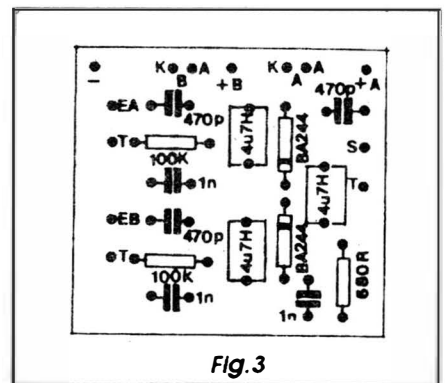

Fig. 3
- **FIG. 3 - CHAPEADO DA MONTAGEM** - A face oposta (não cobreada...) da placa é agora vista, com a maioria dos componentes já devidamente posicionados,